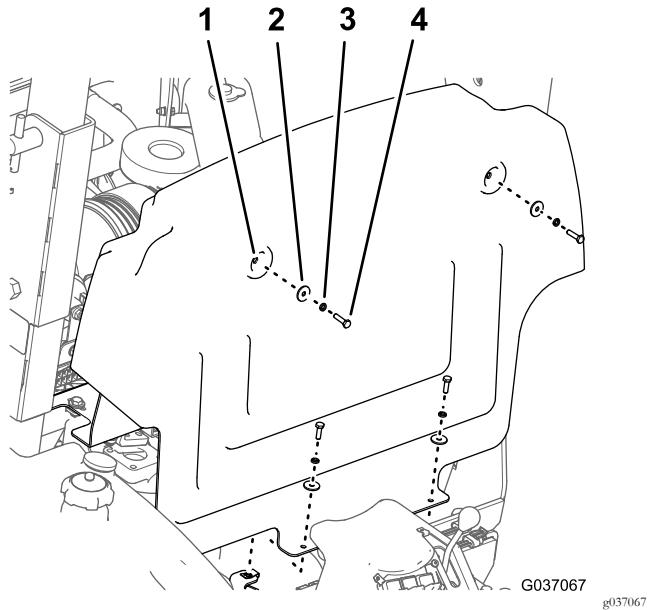

Figura 6
1. Retire los 4 pernos (6 x 25 mm), las 4 arandelas de freno (6 mm) y las 4 arandelas planas (6 mm) que sujetan el panel del pasamuros al chasis de la máquina (Figura 6).
2. Desplace el panel hacia arriba y hacia delante y retírelo de la máquina (Figura 6).
- Alinee los 4 orificios del panel del pasamuros con las 4 tuercas de clip en el chasis; consulte la Figura 6 en Retirada del panel del pasamuros \(página 3\).
- Sujete el panel del pasamuros al chasis de la máquina con los 4 pernos, las 4 arandelas de freno y las 4 arandelas planas; consulte la Figura 6 en Retirada del panel del pasamuros \(página 3\).